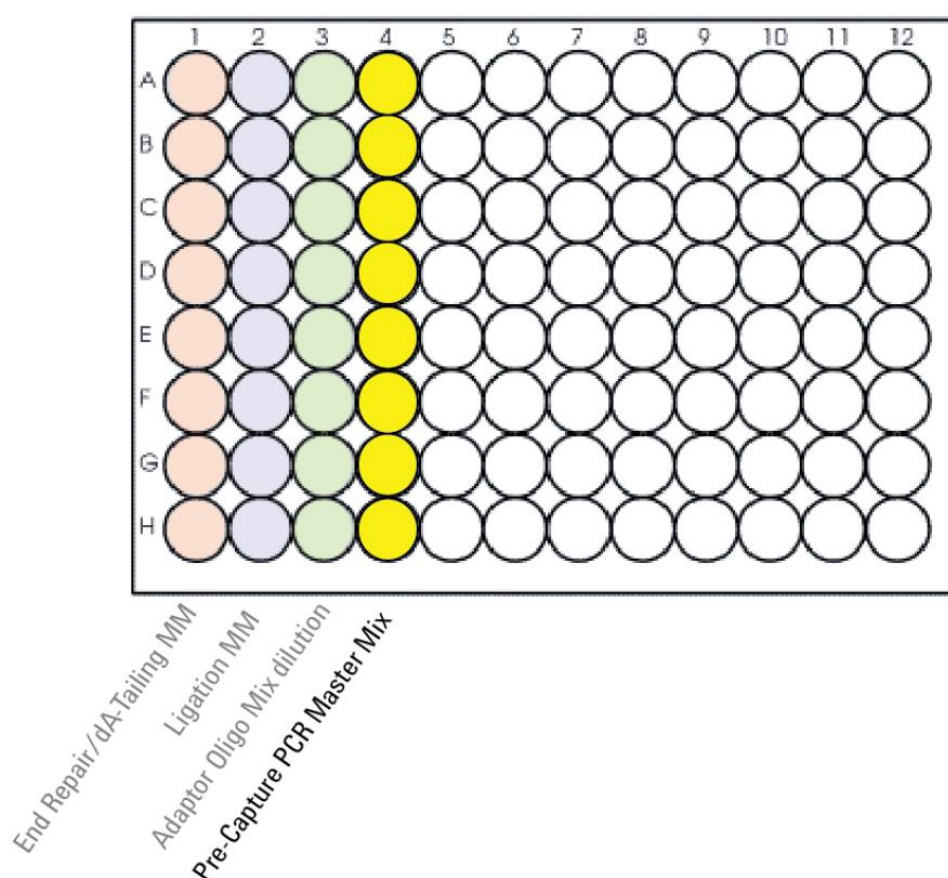

図 5 Pre-CapPCR_XT_LI_ILM_v.B1.0.1.pro 用マスターミックスソースプレートの配置
7. LibraryPrep_XT_LI_LIM_v.B1.0.1.rst ランで使用したものと同一 Nunc DeepWell マスターミックスソースプレートに表 26 に示された量をカラム 4 の全てのウェルに加えます。マスターミックスソースプレートの最終的な配置は図 5 を参照ください。